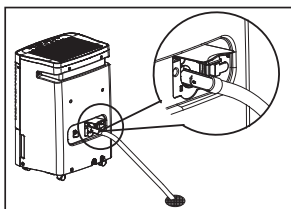

fig. 5
- e. Dirigez le tuyau vers le drain en veillant à ce qu'il n'y ait aucun repli qui arrêterait l'écoulement de l'eau. (Fig. 5)